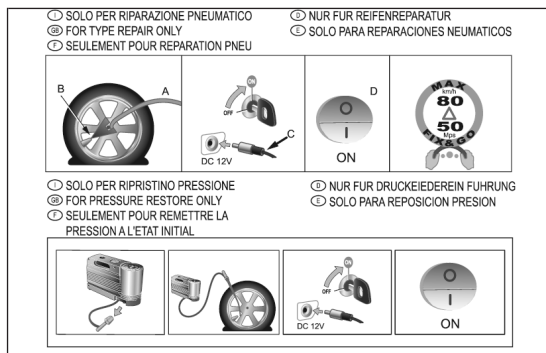

fig. 24
- un dépliant informatif (voir fig. 24), employé pour utiliser correctement le kit et livré ensuite au personnel qui devra manier le pneu traité ;